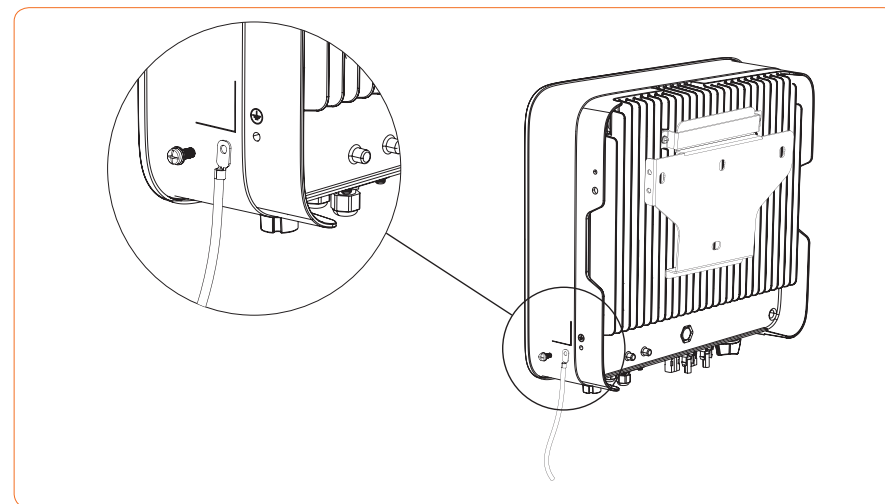

Abbildung 4-13 Anschluss der Erdungsklemme
- ① Die externe Erdungsklemme befindet sich unten rechts am Wechselrichter.
- ② Befestigen Sie die Erdungsklemme mit einem geeigneten Werkzeug am PE-Kabel und verriegeln Sie die Erdungsklemme mit dem Erdungsloch unten rechts am Wechselrichter, wie in Abbildung 4-13 gezeigt.
- ③ Der Querschnitt des externen Erdungskabels beträgt 4 mm².